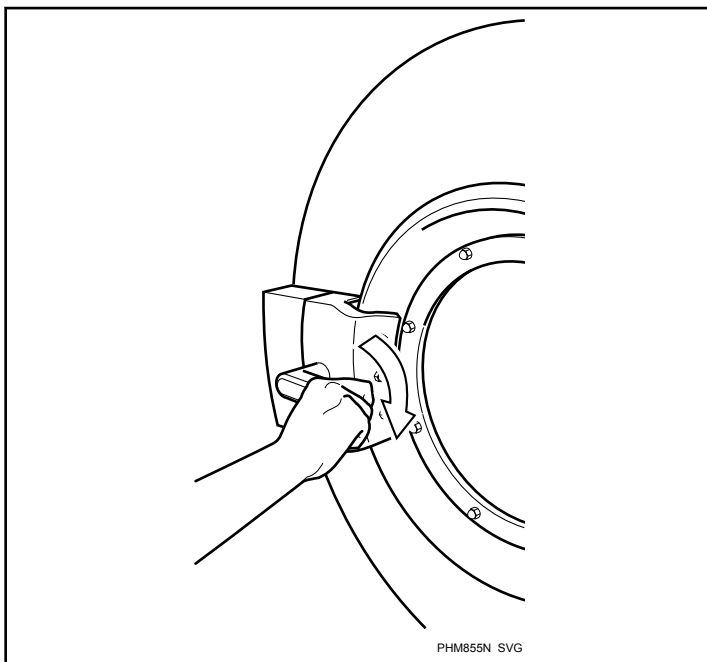

Figura 40
2. Gire a maçaneta no sentido horário e vire a porta para a esquerda para abri-la. Consulte a *Figura 40*.